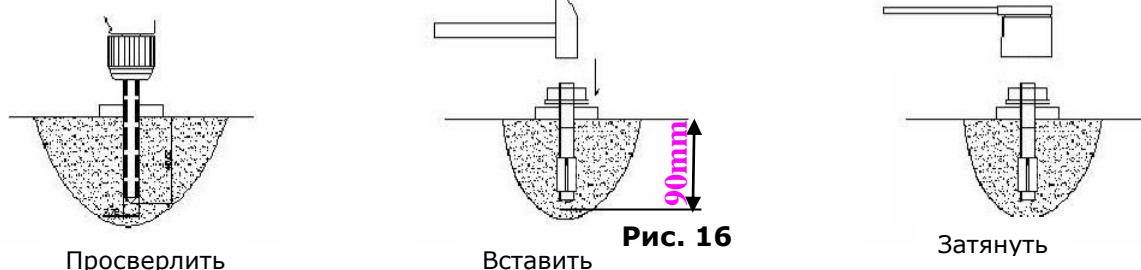

Рис. 15
- Подготовьте анкера (См рис. 15).